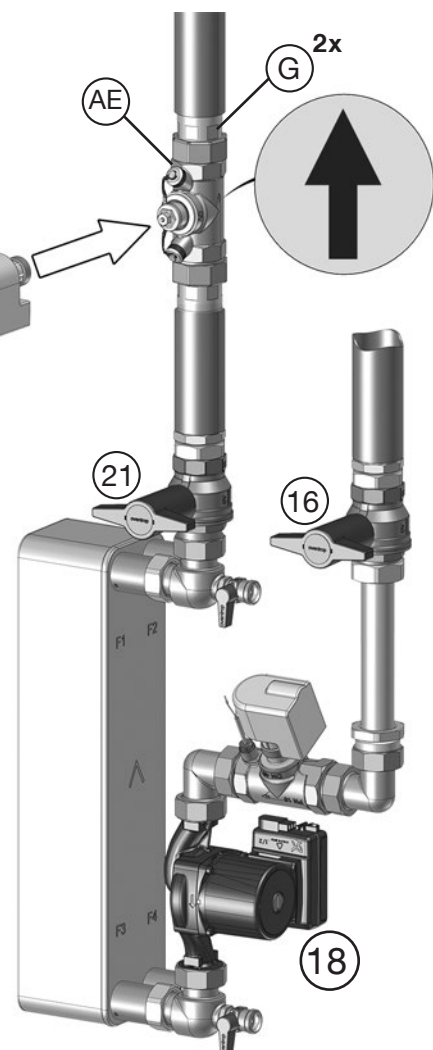

Abb. 4.12: Einbau Absperrereinheit und Stellmotor
- Kugelhähne 16 und 21 der Frischwasser-Station absperren (siehe Abb. 4.12 auf Seite 22).